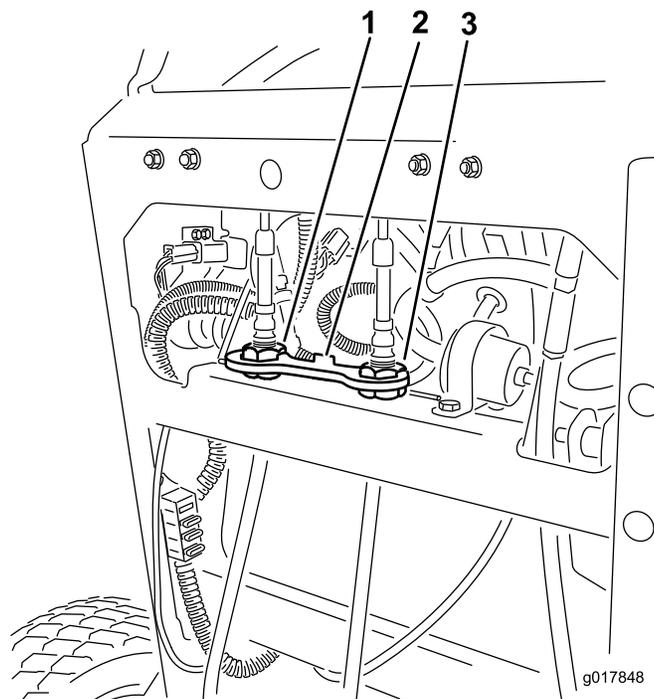

図 67
6. ケーブルロックを調整ナットに取り付けて、調整を固定する 図 67。